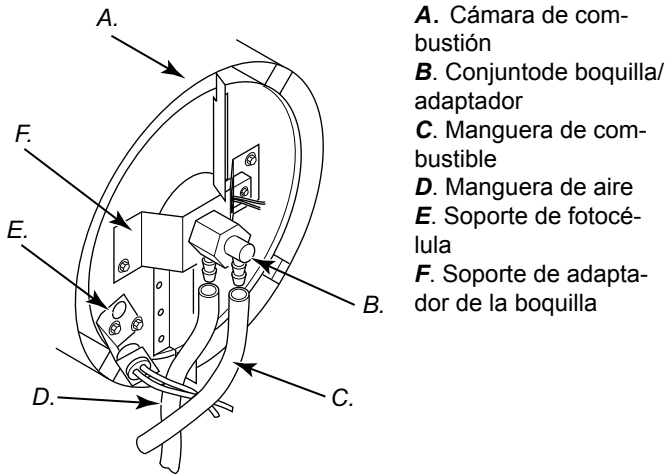

Figura 17 – Retiro de mangueras de líneas de aire y combustible (sólo modelos 10, 18,5 y 20 kW).
3. Quite las mangueras de las líneas de aire y de combustible del conjunto de la boquilla (vea la Figura 17, 18 ó 19).
4. Inspeccione las mangueras de las líneas de combustible y de aire en busca de roturas y/o agujeros. Si la manguera de la línea de combustible está dañada, desconéctela del adaptador de la boquilla (vea la Figura 17, 18 ó 19) y del filtro de combustible (vea la página 9). Si la manguera de la línea de aire está dañada, desconéctela del adaptador de la boquilla (vea la Figura 17, 18 ó 19) y del adaptador de punta en la cubierta de extremo de la bomba (vea la Figura 22).
5. Instale una línea nueva de aire y/o de combustible. Conecte un extremo de la manguera de la línea de aire al adaptador de punta en la cubierta de extremo de la bomba (vea la Figura 22) y el otro extremo al adaptador de la boquilla (vea la Figura 17, 18 ó 19). Conecte un extremo de la manguera de la línea de combustible al filtro de combustible (vea la pág. 6) y el otro extremo al adaptador de la boquilla (vea la Fig. 17, 18 ó 19). En los calentadores modelos 10 kW, 18,5 kW, 20 kW, 29 kW y 44 kW coloquelas líneas de aire y de combustible aproximadamente como se muestra en la Figura 17,18 y 19.